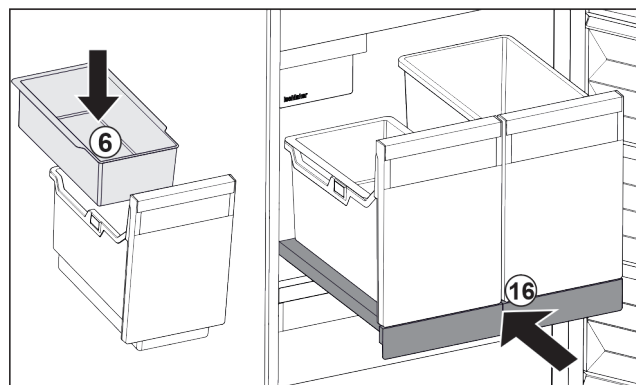

Fig. 103
- ▶ Einhängeschale Fig. 103 (6) für Eiswürfel einsetzen.
- ▶ Auszugsbord mit Behälter (IceTower) einschieben. Fig. 103 (16)